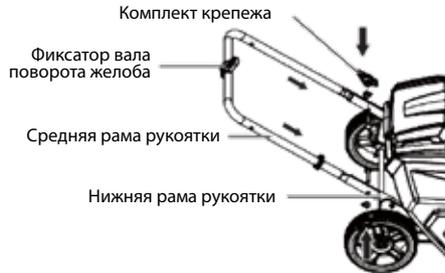

Рис. 2
1. Совместите два отверстия в средней раме рукоятки с отверстиями в нижней раме. Убедитесь, что фиксатор вала поворота желоба обращен вверх, как показано на *Рис. 2*.